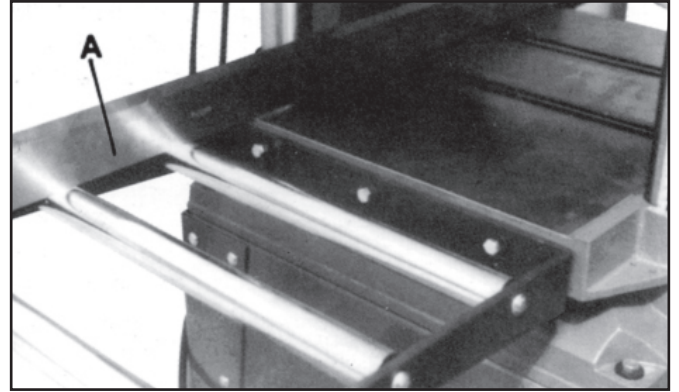

Figura 23
2. Coloque un borde recto (A, Figura 23) sobre los rodillos de la mesa.